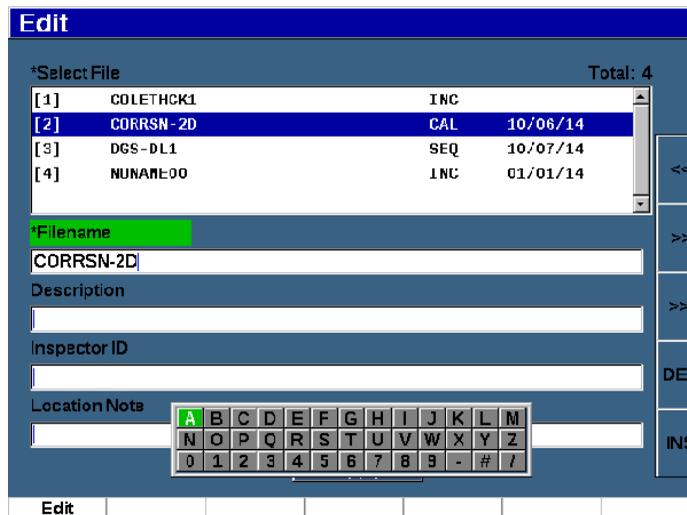

Рис. 4-12 Страница Edit (Ред.) с виртуальной клавиатурой
1. Откройте страницу настройки, содержащую параметры с буквенно-цифровыми значениями (см. пример на Рис. 4-12 на стр 93).